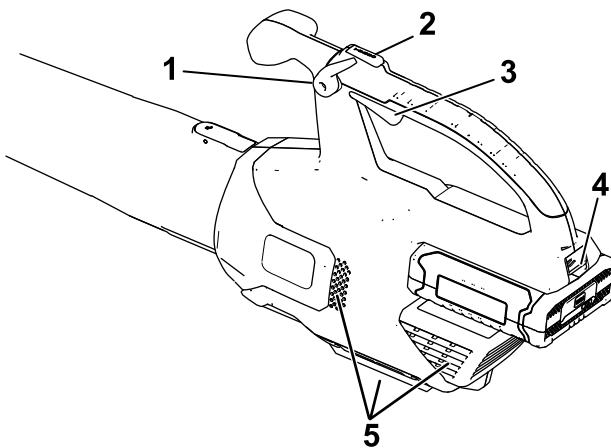

Figura 4
- Per avviare il soffiatore, premete la levetta della velocità variabile (Figura 4).
**Nota:** Innestate il blocco della velocità per tenere la macchina accesa senza premere la levetta della velocità variabile (Figura 4).
Per accelerare la velocità del soffiatore, tenete premuto il pulsante turbo boost per il tempo desiderato (Figura 4).
Per arrestare il soffiatore, disinnestate il blocco della velocità (se in uso) e rilasciate la levetta della velocità variabile (Figura 4).